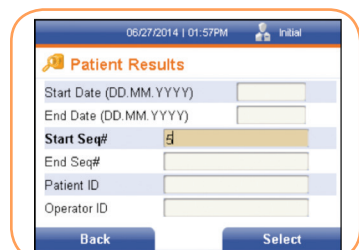

FIGURA 56
3. Use la tecla [↓] para desplazar el cursor hasta el campo de texto N.º sec. inicial. Escriba en número de secuencia inicial que desee en el campo de texto mediante el teclado numérico (Figura 56).